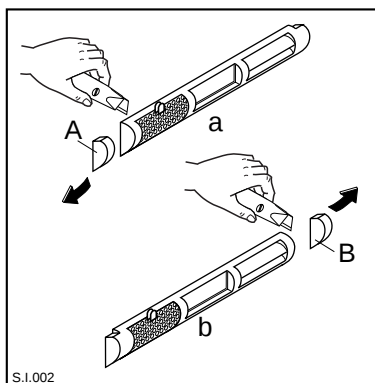

рис. 5
- удалите левую часть решетки (А), отрезав ее с тыльной стороны (см. рис. 5а).
- приложите решетку к прибору и нажимайте на нее в местах защелок (а) до тех пор, пока не услышите щелчок (см. рис. 5).